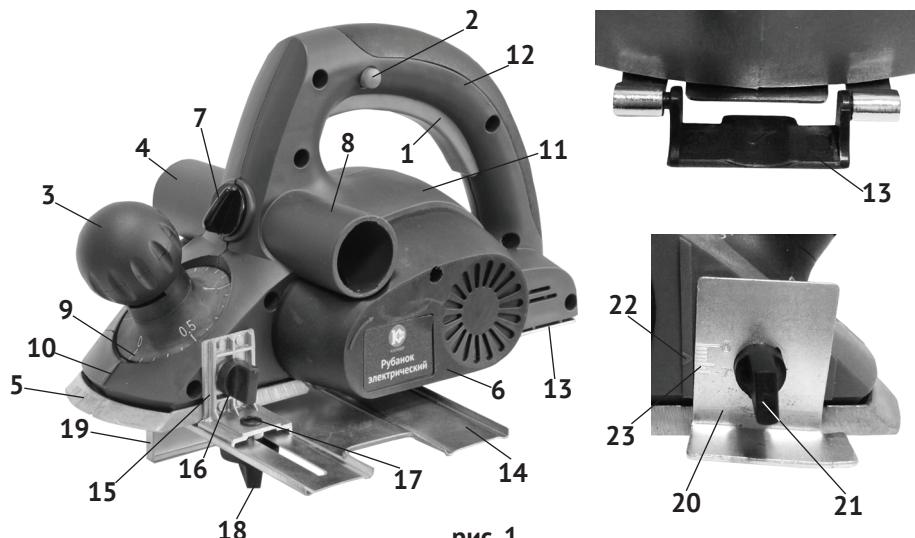

рис. 1
1.1 Ручной электрический рубанок (далее по тексту – рубанок) предназначен для строгания пиломатериалов из древесины различных пород. V – образная канавка на рабочей поверхности передней подошвы (рис.1 поз.5), позволяют производить снятие фасок при изготовлении элементов деревянных конструкций. В комплект поставки входит параллельный упор, крепящийся к корпусу рубанка (справа или слева) над регулируемой подошвой.
Внешний вид рубанка представлен на рис.1
1.7 Механизмы рубанка (коллекторный двигатель и ножевой барабан) расположены в пластиковом корпусе (рис.1 поз.11), состоящем из 2-х половин, выполненных заодно с рукояткой. Крутящий момент с якоря электродвигателя, поликлиновым ремнём передаётся на барабан. На барабане рубанка крепятся два ножа с двухсторонней заточкой. Ножи – основной рабочий инструмент рубанка. На крышке ремня (рис.1 поз.6) стрелкой указано направление вращения ремня и барабана.
Отвод стружки возможен в одну из двух сторон поворотом рукоятки (рис.1 поз.7) пластины отражателя стружки. Параллельный упор, закреплённый на рубанке, расширяет возможности использования инструмента, особенно при обработке узких заготовок, при выборке четверти, формировании шпунтов. Упор позволяет (при обработанном, ровном торце) сострогать точно выставленную ширину от края заготовки. Также в комплект поставки входит уголок-ограничитель глубины строгания (рис.1 поз.20), позволяющий точно выдержать глубину
К заднему торцу нерегулируемой подошвы крепится предохранительная подставка (рис.1 поз.13). В опущенном положении она предотвращает касание ножей вала поверхности верстака (рабочего стола). Перед началом строгания подставка (рис.1 поз.13) сдвигается вверх. После окончания работы подставка поворачивается вниз предотвращая касание поверхности ножами.
1.8 Клавиша выключателя (рис.1 поз.1) расположена в нижней части рукоятки.
Во избежание самопроизвольного включения инструмента, выключатель снабжён блокировкой клавиши (кнопка блокировки, рис.1 поз.2, расположена на левой части рукоятки). Включение рубанка, осуществляется нажатием на клавишу выключателя, после нажатия и удержания кнопки блокировки. Рубанок отключается при отпускании клавиши выключателя, при этом кнопка блокировки (со щелчком) возвращается в исходное положение - заблокировано.
1.9 Рукояткой (рис.1 поз.3) регулируется глубина строгания. Поворотом рукоятки по часовой стрелке увеличивается глубина строгания (по шкале рис.1 поз.9) в интервале от 0 до 2,0 мм. Разметка шкалы: одно деление - 0,1 мм.
- вращением ручки (рис.1 поз.3) установить глубину строгания за один проход, совместив нужное значение шкалы (рис.1 поз.9) с указателем (рис.1 поз.10). Глубина строгания: для черновой (обдирочной) обработки - 1.5-2.0 мм, для окончательной (чистовой) обработки - 0.2-0.3 мм;
- рукояткой (рис.1 поз.7) перевести отражатель выброса стружки в сторону установленного мешка и опробовать работу рубанка на холостом ходу.
- выполняя строгание, установите включённый рубанок регулируемой подошвой на заготовку, и равномерно, без значительного усилия, начинайте перемещать вдоль заготовки. Убедитесь, что предохранительная подставка (рис.1 поз.13) сдвинута вверх, обе подошвы рубанка на плоскости заготовки. Увеличение усилия нажатия и повышенная скорость подачи ведёт к перегреву рубанка и быстрому затуплению ножей;
- снятие фаски осуществляется перемещением рубанка по обрабатываемому углу заготовки, с использованием V-образного паза в регулируемой подошве (рис.1 поз.5).
- скрепить пластину (рис.1 поз.14) упора с крепёжным уголком (рис.1 поз.15) винтом (рис.1 поз.17) и ручкой-гайкой (рис.1 поз.18);
- вставив прямоугольный выступ уголка в отверстие корпуса, закрепить упор на корпусе ручкой-винтом (рис.1 поз.16).
Ослабив ручку-гайку, сдвинуть пластину упора до касания бортиком пластины (рис.1 поз.19) края заготовки. Провести строгание, ведя бортик упора по грани заготовки.
Для проведения строгания с выборкой четверти, кроме параллельного упора необходимо закрепить с противоположной стороны уголок-ограничитель (рис.1 поз.20) глубины выборки со шкалой (рис.1 поз.23). Пластиной параллельного упора выставляется необходимая ширина выборки. По разметке на уголке, его подошва поднимается на необходимую глубину выборки четверти (от 0 до 7 мм).